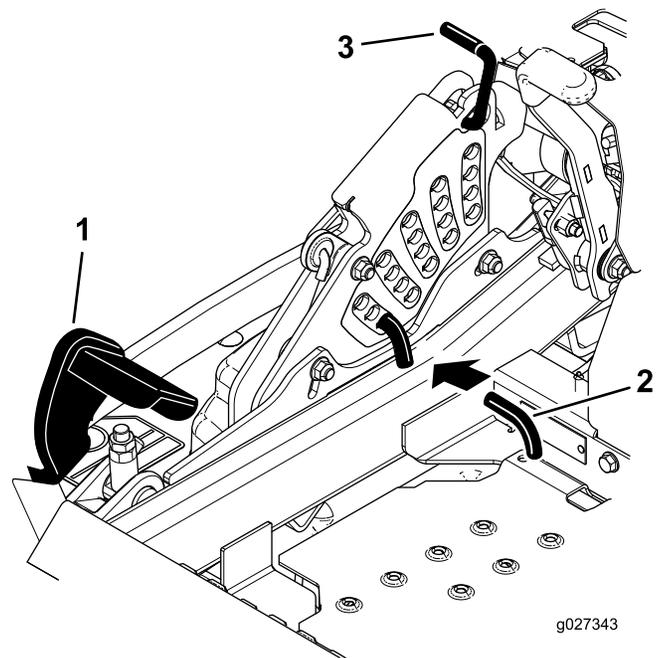

Figure 26
2. Appuyez sur la pédale de relevage du tablier avec le pied et relevez le tablier à la position de transport (qui est aussi la position de hauteur de coupe de 140 mm [5½ po]), comme montré à la Figure 26.
3. Pour changer de hauteur de coupe, tournez la goupille de 90 degrés retirez-la du support de hauteur de coupe (Figure 26).
4. Placez la goupille dans le trou du support correspondant à la hauteur de coupe voulue (Figure 26).